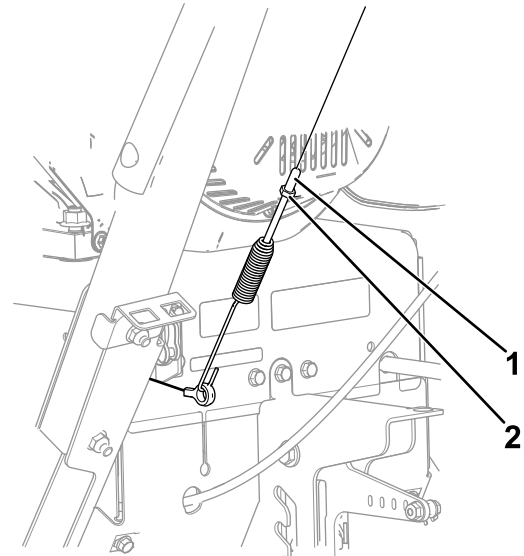

Figura 29
1. Afloje la contratuerca (Figura 29).